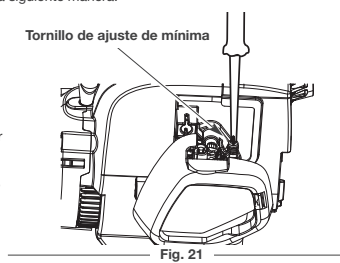

Fig. 21
2. Suelte el control del acelerador y deje que el motor funcione en ralentí. Si el motor se para, use un destornillador Phillips pequeño para girar el tornillo de velocidad de ralentí en el sentido de las agujas del reloj, 1/8 de giro cada vez (según sea necesario) hasta que el motor funcione al ralentí de manera uniforme (Fig. 21).
3. Si el motor funciona al ralentí demasiado rápidamente, gire el tornillo de velocidad de ralentí en el sentido contrario a las agujas del reloj, 1/8 de giro cada vez (según sea necesario) para reducir la velocidad de ralentí (Fig. 21).